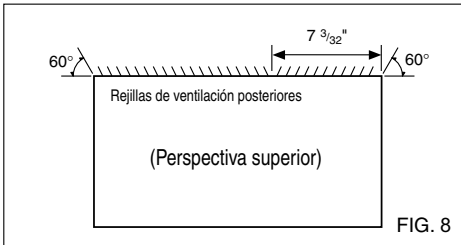

FIG. 8
- 1 Redireccione las rejillas de ventilación en la parte posterior del soporte de pared a un ángulo de 60° según muestra la FIG. 8. Recomendamos el uso de alicates.